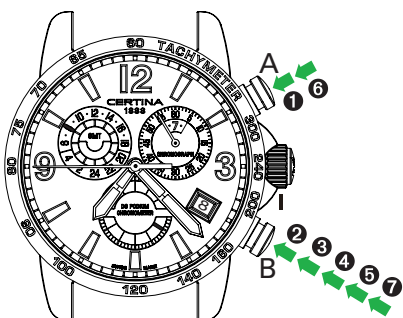

Fig. 3
**Leitura do tempo (exemplo da fig. 3)**
**Leitura do último tempo acumulado (exemplo da fig. 3)**